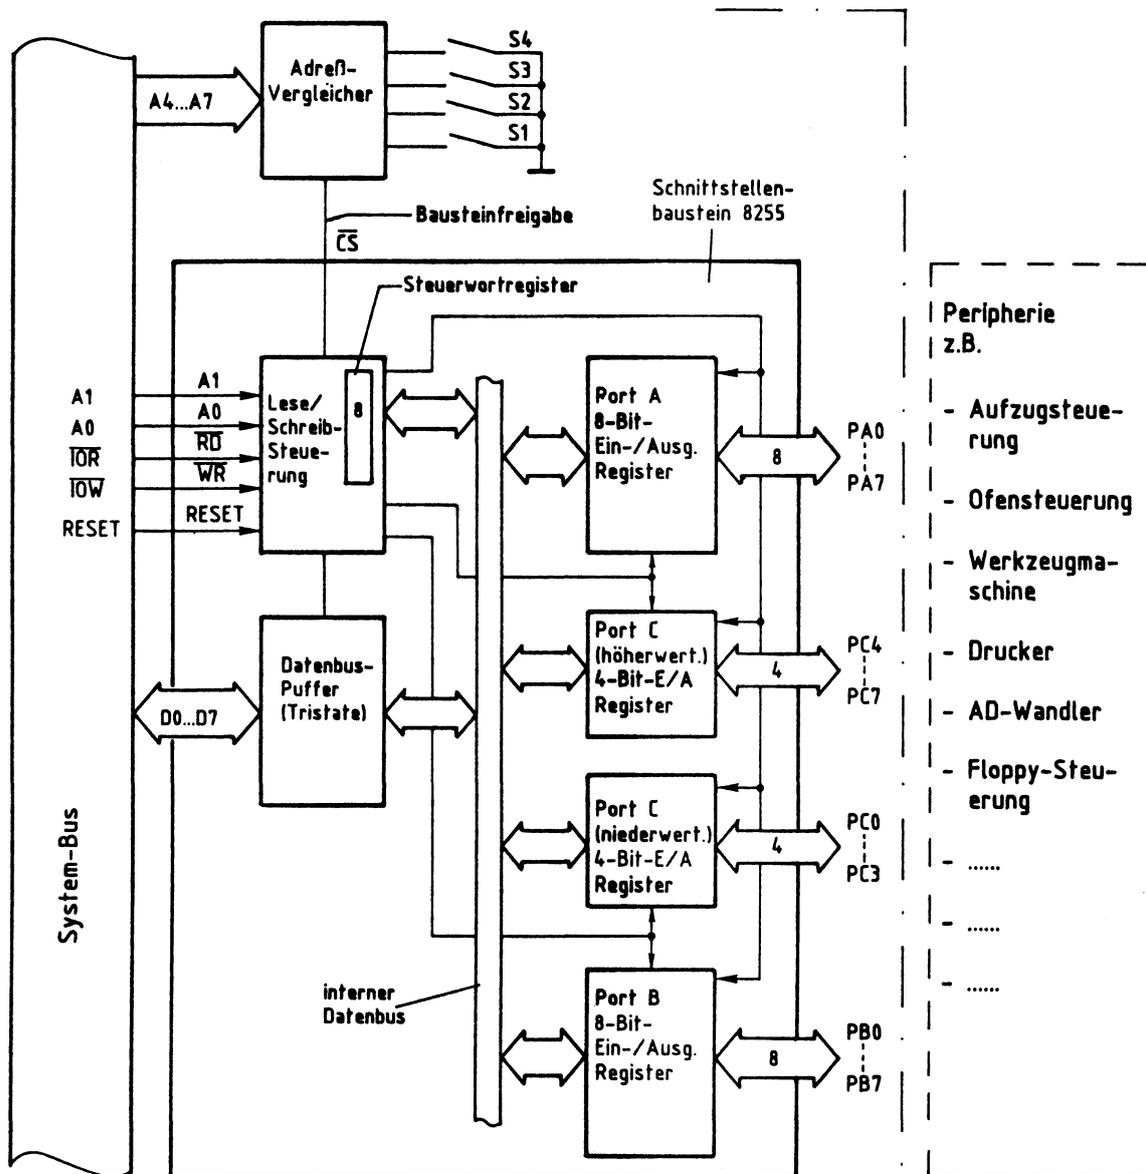

Bild 1: Blockschaltbild der "Programmierbaren Parallelschnittstelle" . . .
Bild 1 zeigt das Blockschaltbild der Baugruppe "Programmierbare Parallelschnittstelle", die aus den Schaltungsteilen "Adreßvergleich" und "Programmierbarer Schnittstellenbaustein (8255)" besteht. Vor der Behandlung spezieller Einzelheiten wird zunächst die grundsätzliche Wirkungsweise der Baugruppe anhand dieses Blockschaltbildes erklärt.
Beim Lesen der einzelnen Eingabeports, beim Ausgeben von Daten über die Ausgabeports und beim Einschreiben von Steuerworten in das Steuerwort-Register muß dem Baustein 8255 über die Adreßanschlüsse A0 und A1 mitgeteilt werden, welcher der vier internen Blöcke (drei Ports und ein Steuerwort-Register, siehe Bild 1) am gewünschten Datenverkehr beteiligt sein soll. Bild 4 zeigt die Adressierung der Blöcke durch die Adreßleitungen A0 und A1.
Nachdem der Mikroprozessor die Adresse eines der drei Ports oder des Steuerwort-Registers ausgegeben hat, steuert er durch L-Pegel auf einer der beiden Steuerleitungen  $\overline{\text{IOR}}$  oder  $\overline{\text{IOW}}$ , ob er Daten aus dem Baustein lesen oder zum Baustein senden will. Die beiden Steuerleitungen sind mit den Bausteinanschlüssen  $\overline{\text{RD}}$  und  $\overline{\text{WR}}$  verbunden (Bild 1). Mit den Pegeln an diesen Eingängen wird innerhalb des Bausteins über die "Lese/Schreib-Steuerung" die Datenübertragungsrichtung gesteuert.
- Je ein 4-Bit-Kanal von Port C kann in Verbindung mit den Ports A und B verwendet werden (siehe auch Bild 1)